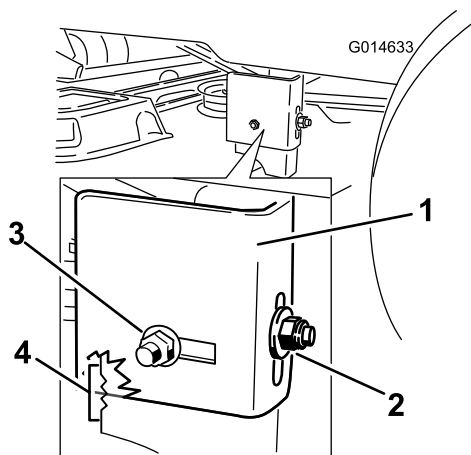
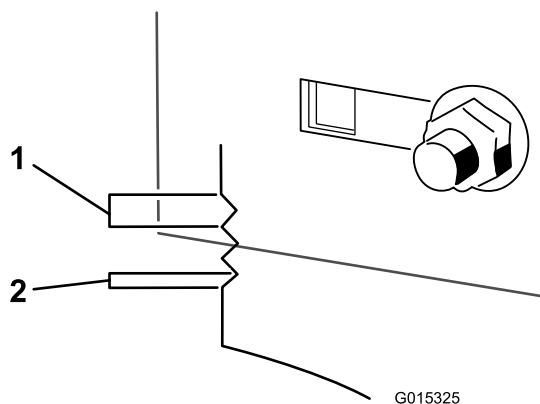

Figure 51
Figure 52
9. Desserrez l'écrou de blocage arrière sur le support (Figure 51).
10. Desserrez l'écrou de blocage latéral sur le support jusqu'à ce qu'il soit possible d'ajuster le support (Figure 51). Utilisez les crans du support soudé pour mesurer le réglage requis. La surface de chaque cran équivaut à 6 mm, tandis qu'un côté équivaut à 3 mm (Figure 52). Réglez le plateau de coupe à la hauteur voulue.
11. Arrêtez le plateau de coupe et vérifiez sa hauteur, puis serrez l'écrou de blocage latéral sur le support pour fixer cette nouvelle position (Figure 51). Serrez l'écrou de blocage arrière sur le support.